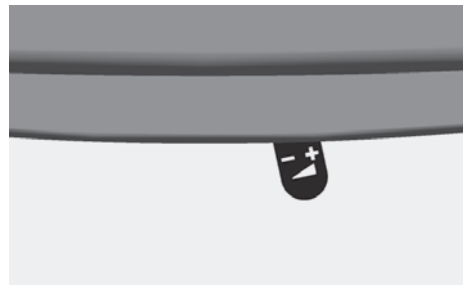

Abb. 4.6 Verbrennungsluftschieber ganz nach rechts geschoben - Verbrennungsluft komplett geöffnet
- Öffnen Sie die Verbrennungsluft komplett - Luftschieber ganz nach rechts ziehen (siehe Abb. 4.6),